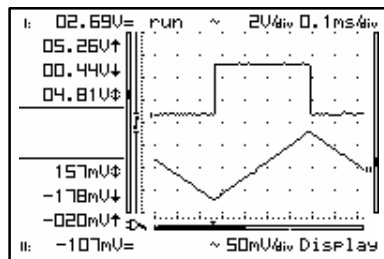

Fig 14
- Una griglia a punti divide il display in punti di riferimento. (Fig. 14)
- **Puntraster:** verdeelt het scherm in referentiepunten. (Fig. 14)
- **Une grille en pointillé** divise l'écran en points de référence. (Fig. 14)
- **Punktraster:** Der Bildschirm wird in Referenzpunkte unterteilt (Abb. 14)